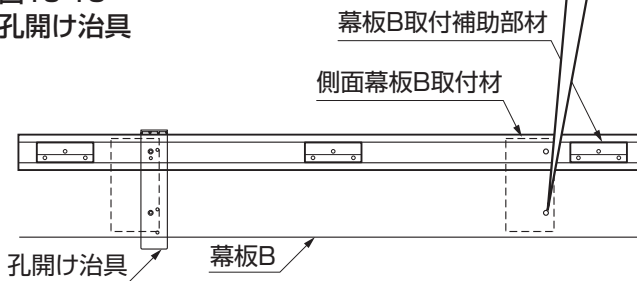

図15-20 側面幕板の孔あけ
③孔開け治具を使って、側面幕板B取付材と幕板B取付補助部材が付いている部分に、φ4.5の下孔とφ8サラ取りを幕板Bにしてください。(図15-20参照)